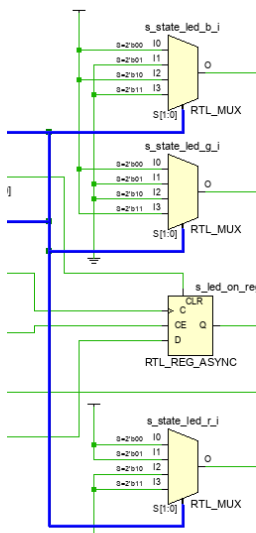

Figure 9:
- Pour la commande d'état des LED (machine à état) : les 3 multiplexeurs avec 4 entrées sur un bit. Ceux-ci correspondent à la commande des états rouges, vert et bleue : state\_led\_r, state\_led\_g, state\_led\_b, commandés par current\_state (cf Figure 9). (selon le current\_state, gestion des états des leds).